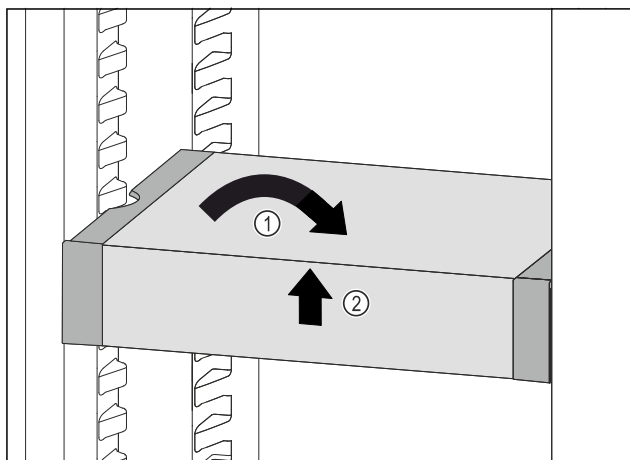

Fig. 64
- ▶ Изправете VarioSafe. Fig. 64 (1)
- ▶ Повдигнете VarioSafe отпред. Fig. 64 (2)